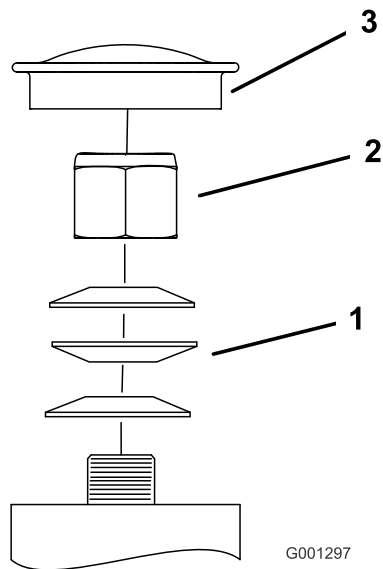

Figura 58
3. Retire el tapón guardapolvo de la rueda giratoria y apriete la contratuerca (Figura 58).
4. Apriete la contratuerca hasta que las arandelas de muelle estén planas, luego afloje la contratuerca $\frac{1}{4}$ de vuelta para establecer la pre-carga correcta de los cojinetes (Figura 58).
Importante: Asegúrese de que las arandelas de muelle están correctamente instaladas, según se muestra en la Figura 58.
5. Coloque el tapón guardapolvo (Figura 58).